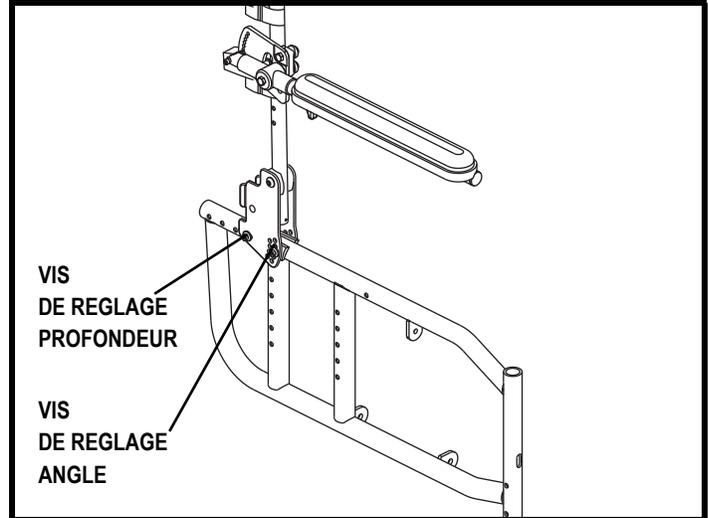

Figure 18. Réglage de la profondeur d'un châssis latérale
1. Retirez les vis de réglage de profondeur et d'angle qui fixent les cannes à dossier au châssis du fauteuil de chaque côté. Voir la figure 18.